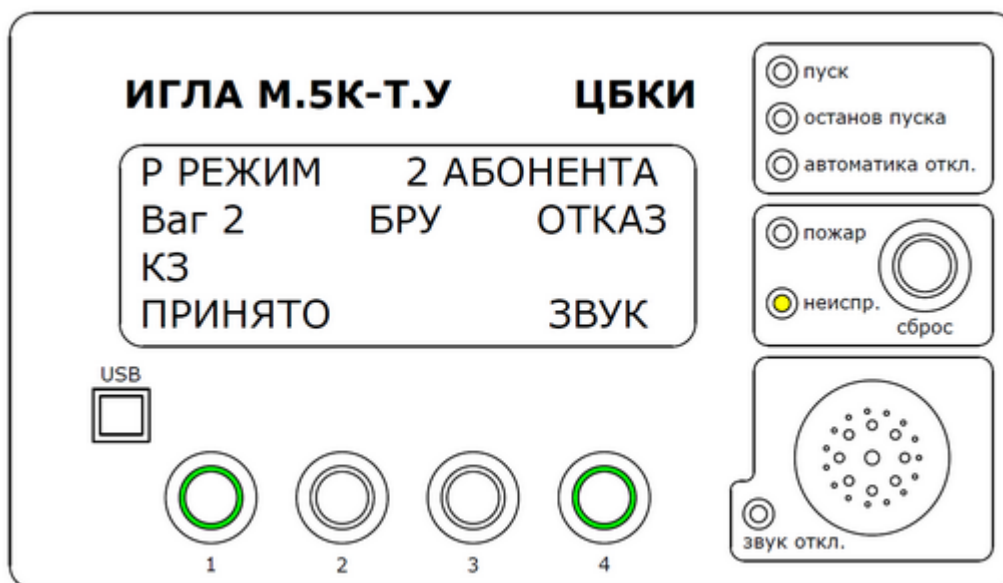

Рис. 30 – Состояние «КЗ ШПС»
- КЗ в линии связи ШПС (рис. 30)